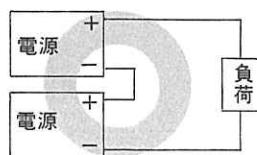

図1
- 2台以上の電源を直列運転(図1)される場合は定格以上の電流が流れないよう注意して行なってください。